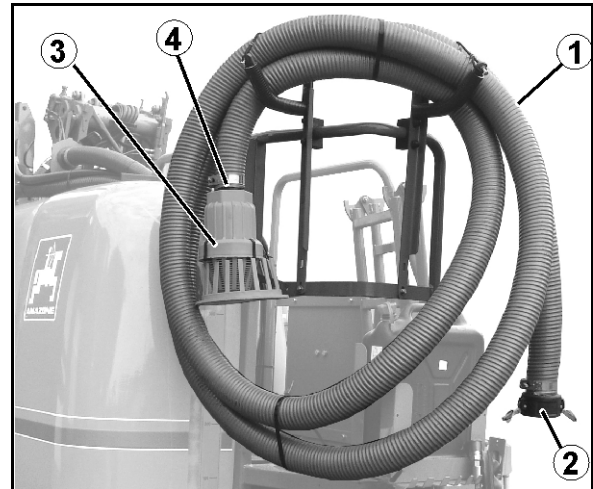

Fig. 55
- elektronisk (Fig. 55/1)(ekstrautstyr)
- mekanisk (Fig. 55/2)